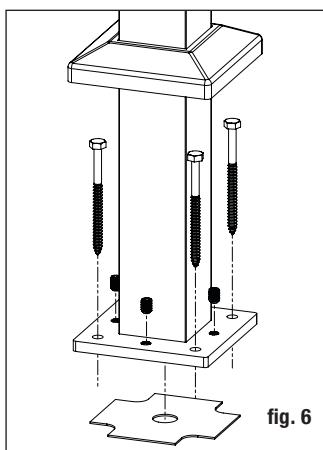

fig. 6
**Paso 5** Vuelva a colocar el conjunto del poste con la placa niveladora insertada entre la plataforma y la base del poste, y alineada con los orificios pretaladrados. Inserte los sujetadores de los postes (**NO INCLUIDOS**) y apriételos parcialmente. Con un nivel, ajuste los tornillos de ajuste de nivelación con una llave Allen de 3/16 pulg. hasta que el poste esté a plomo. Apriete completamente los sujetadores de los postes para asegurar la base a la estructura de la plataforma. *Nota: Se recomiendan tirañfondos de 5/16 pulg. x 4 pulg. o más largos.* (fig. 6)